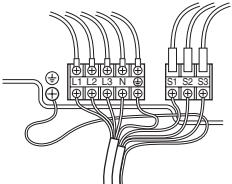

Fig. 6-2
### 6.1. Unidad exterior (Fig. 6-1, Fig. 6-2)
① Extraiga el panel de servicio.
② Tienda los cables de acuerdo con la Fig. 6-1 y Fig. 6-2.